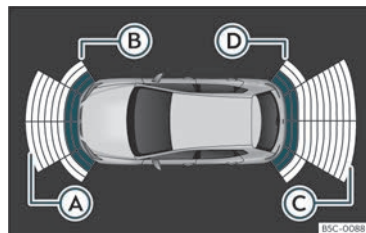

Fig. 175 Visualización de axuda ao aparcamento na pantalla do sistema de Infotainment.
Os parachoques levan sensores integrados. Cando detectan un obstáculo, indícanos mediante sinais acústicos e no sistema de Infotainment»» **fig. 175**.
En caso de avaría dalgún sensor posterior, só se amosarán os obstáculos nas áreas (A) e (B) >>> **fig. 175**. En caso de avaría dalgún sensor dianteiro, unicamente amosaranse os obstáculos nas áreas (C) e (D). Amósase o símbolo ▲.